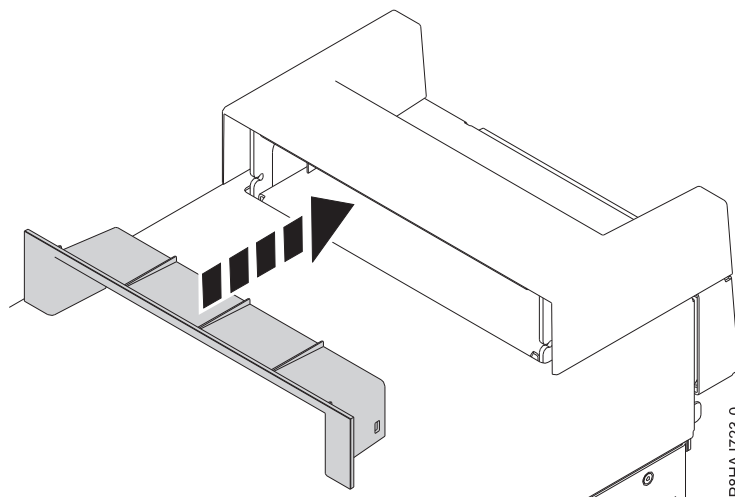

Figure 19. Insertion de la pièce plastique dans la poignée sur un système autonome 8286-41A
2. Insérez la pièce plastique (garniture intérieure) dans la poignée en la poussant fermement comme illustré figure 19.